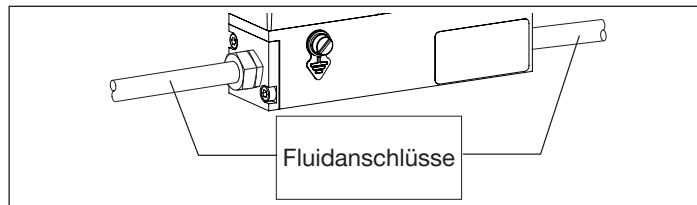

Fig. 29: Gewinde-Fluidanschlüsse
- Die Fluidanschlüsse trennen. Siehe Fig. 29.